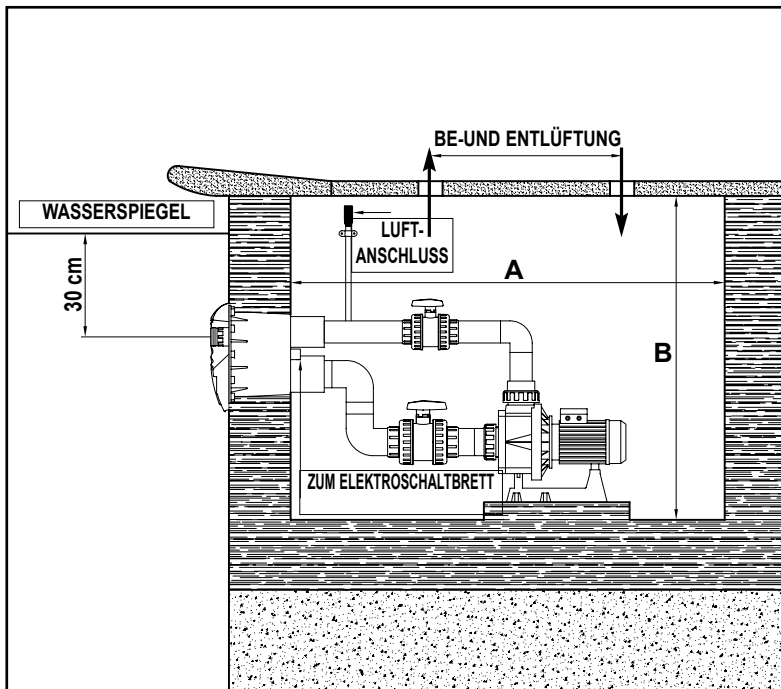

Fig. 8
10.1 Bevor wir die HIDROJET - Anlage installieren, müssen wir die am Aufstellungsort für die Anordnung zur Verfügung stehenden Abmessungen untersuchen und uns versichern, daß im Augenblick der Montage kein Platzmangel entsteht. Dazu überprüfen wir, ob die MindestmaÙe für das zu installierende Modell geeignet sind, wie es in der beigefügten Tafel und in der Fig.8 angegeben wird.